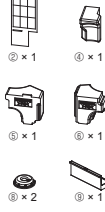

Fig. 4-1
- Innan du påbörjar arbetet ska du se till att ta av kompressorns TOPPKÅPA och FRONTKÅPA samt avlägsna kompressorns fasta komponenter. (Fig. 4-1)